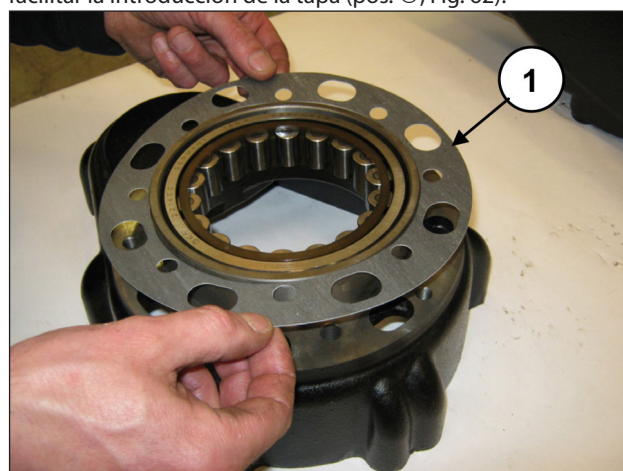
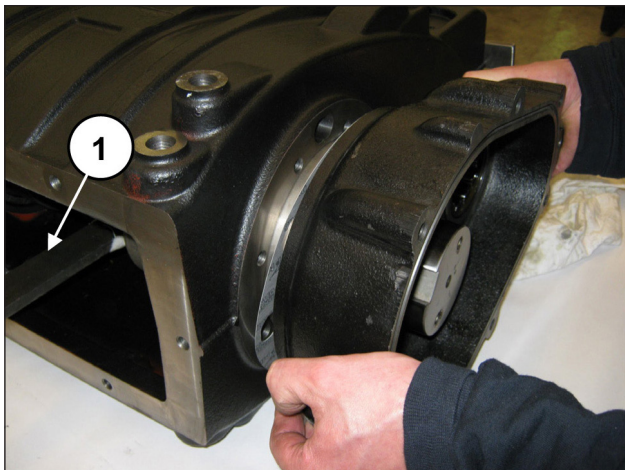

Fig. 61
Fig. 62
Desde el lado opuesto, introducir la junta lateral en la caja del reductor (pos. ①, Fig. 61) y levantar el eje acodado para facilitar la introducción de la tapa (pos. ①, Fig. 62).